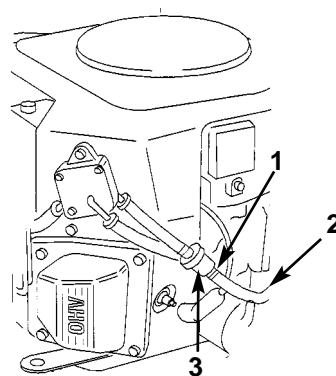

Fig. 30
4. Stringete insieme le estremità della fascetta per tubi e fatela scorrere verso l'alto sul tubo di alimentazione verso il serbatoio carburante (Fig. 30).
5. Togliete con uno strappo il tubo di alimentazione dal filtro (Fig. 30) e lasciate che la benzina scoli in una tanica o una bacinella di raccolta.
6. Togliete il tubo del carburante dal filtro (Fig. 30). Aprite la valvola di arresto del carburante e lasciate che la benzina scoli in una tanica approvata.